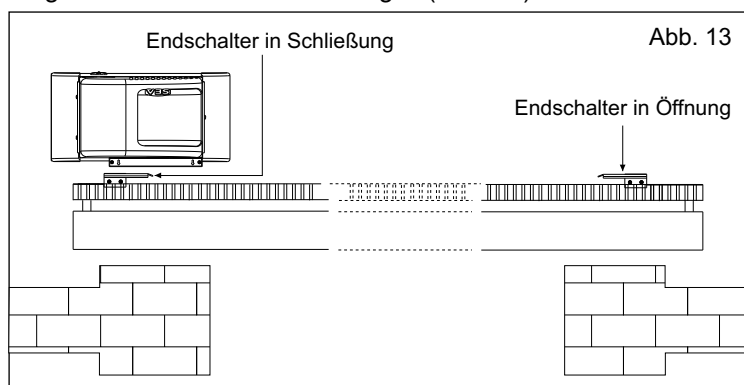

Abb. 13
6.1. Um die Endschalter in Öffnung zu installieren und einzustellen müssen die folgenden Anleitungen befolgt werden (Abb. 13):
6.2. Zur Installation und Einstellung der Erdschalter in Schliessung wie folgt vorgehen (Abb. 13):